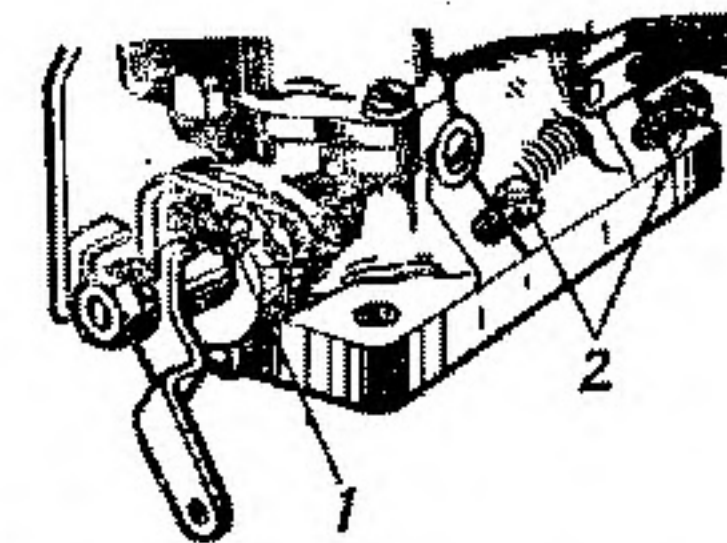

Рис. 23. Винты регулировки холостого хода:
1. Завернуть до упора, но не слишком туго регулировочные винты 2 (рис. 23), а затем каждый из них отвернуть на три оборота.
3. Упорным винтом 1 (рис. 23) установить устойчивую частоту вращения коленчатого вала двигателя при наименьшем открытии дроссельных заслонок.